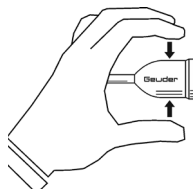

Abb. 2a
- Fassen Sie den Infusionsaufsatz gemäß Abb. 2a und schrauben Sie diesen von der Ultraschallschleuse oder vom Spül-/Saughandgriff.